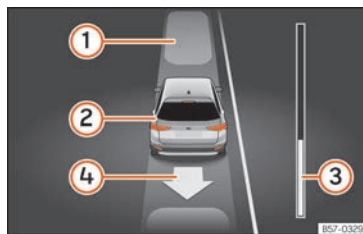

Abb. 284 Am Bildschirm des Kombi-Instruments: parallel zur Fahrbahn ausparken.
Legende zu **Abb. 284**:
7.	Die Fortschrittsanzeige » Abb. 284 ③ zeigt den zurückzulegenden Abstand an » Seite 329.